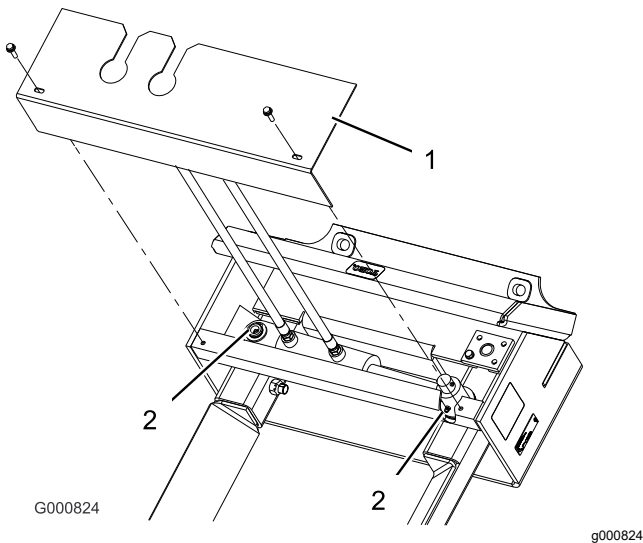
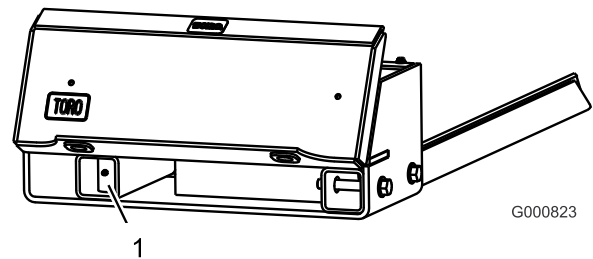

Figura 5
Figura 6
2. Retire los 2 pernos que fijan la tapa y retírela (Figura 5).
4. Conecte una pistola de engrasar a cada punto de engrase (Figura 5 y Figura 6).
3. Limpie con un trapo los puntos de engrase (Figura 5 y Figura 6). Asegúrese de rascar